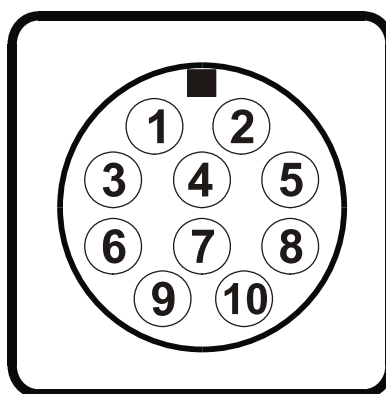

Рисунок 1
Примеры рекомендуемой установки ПР на трубопроводе приведены на рис.1., приложения Г.
7.9.1. Подключение ПР к внешним приборам осуществляется в соответствии с рис. 1, 2, 3.